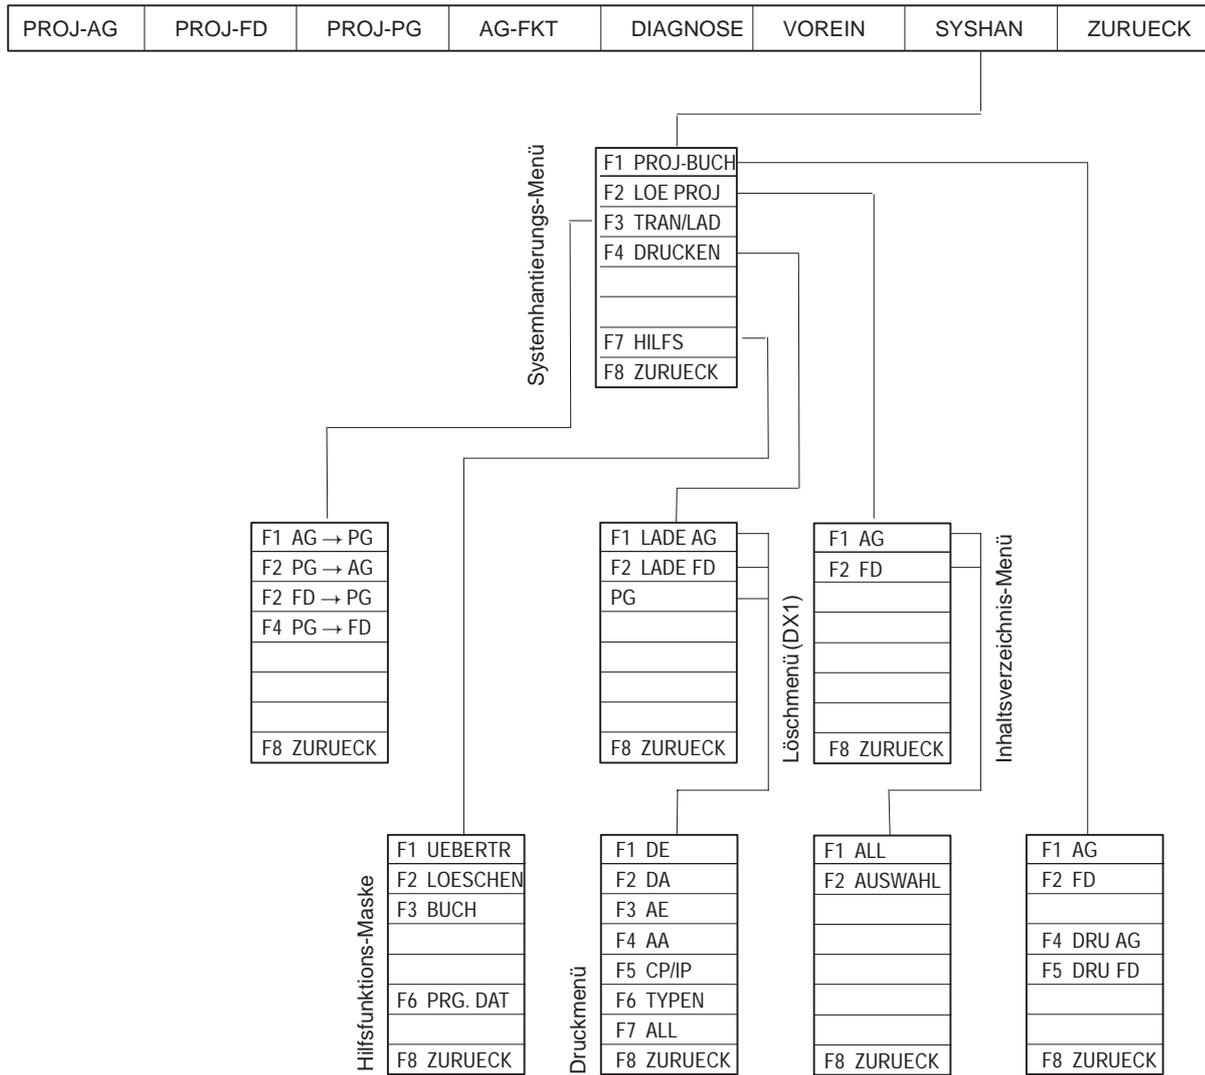

Bild 1-3 COM 155H-Maskenbaum für AG S5-155H (2)
- in die Maske "Voreinstellung" (siehe Bild 1-3).
- Die Hauptmenüfunktion <SYSHAN> (Systemhantierung = F7) ermöglicht die Ausgabe der im System-DB1 vorhandenen projektierten Extern-Peripherie. In der Folge kann eine spezifische bzw. die komplette Dokumentation der projektierten Daten aus dem AG oder aus der Programmdatei erstellt werden. Außerdem können Sie Löschvorgänge im AG oder auf Diskette veranlassen (siehe Bild 1-3).